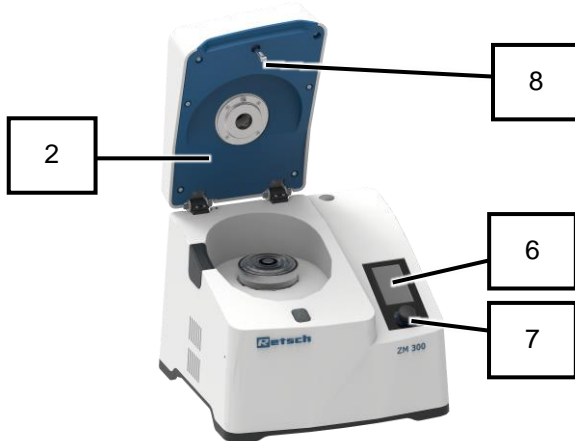

Fig. 62: Lado inferior de la cubierta del aparato
1. Conecte el aparato con el interruptor principal (16) que está en su lado posterior.
- ➔ La pantalla táctil (6) se activa y el fondo del volante (7) se ilumina brevemente en azul.
2. Pulse  en la pantalla táctil (6) para desbloquear la cubierta del aparato (2).
3. Abra la cubierta del aparato (2) a mano.
4. Desconecte el aparato con el interruptor principal (16) en la parte posterior del aparato mientras está abierta la cubierta (2).
- ➔ La pantalla táctil (6) se apaga.
- ➔ El aparato está desconectado y la cubierta (2) está abierta (Fig. 62).